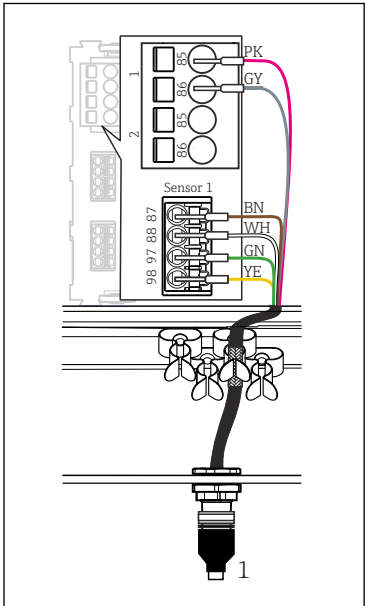

図 49 M12 プラグインコネクタ（センサモジュールでの例）
このタイプの接続では、機器は工場ですでに配線されています (→ 図 49)。
- ▶ センサケーブルのプラグ（→ 図 49 項目 1）を M12 ソケットに直接差し込みます。